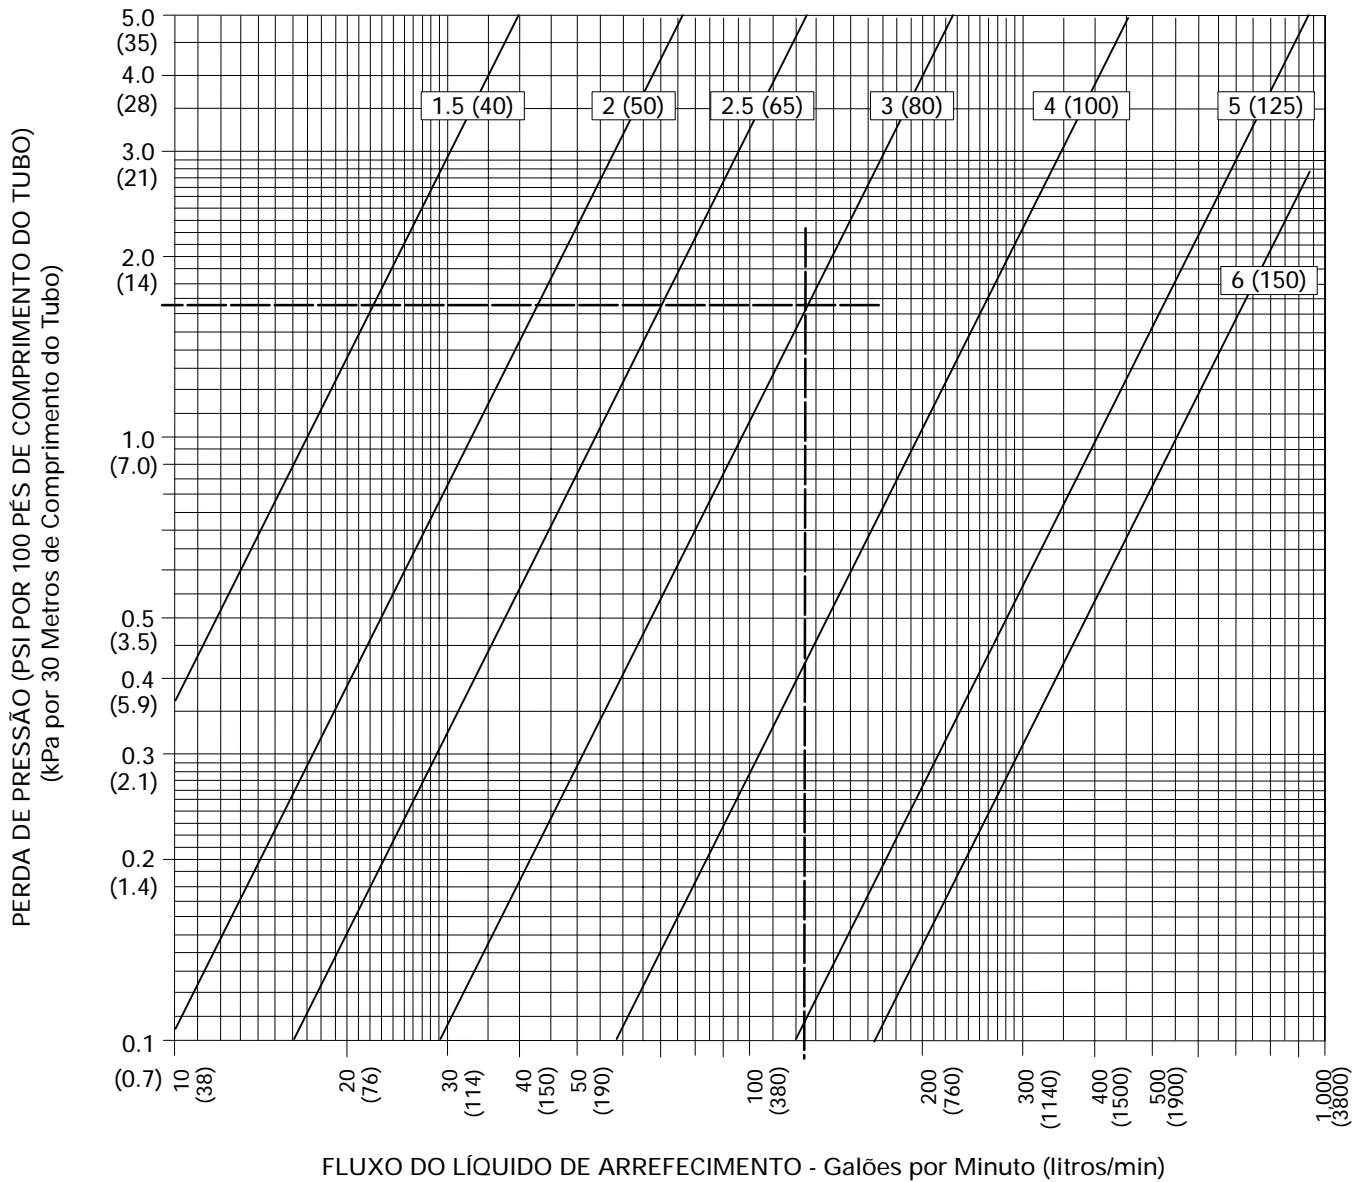

Figura 6-23: Perdas de Pressão por Fricção para Tubos de Diâmetros Nominais em Polegadas (Metros)
3. Calcule a contrapressão do fluxo por unidade de comprimento do tubo para o diâmetro nominal do tubo utilizado no sistema. Neste exemplo utiliza-se um tubo com diâmetro nominal de 3 polegadas. Seguindo as linhas tracejadas na **Figura 6-23**, 3 polegadas de tubo causam uma perda de pressão de aproximadamente **1,65 psi por 100 pés de tubo**.